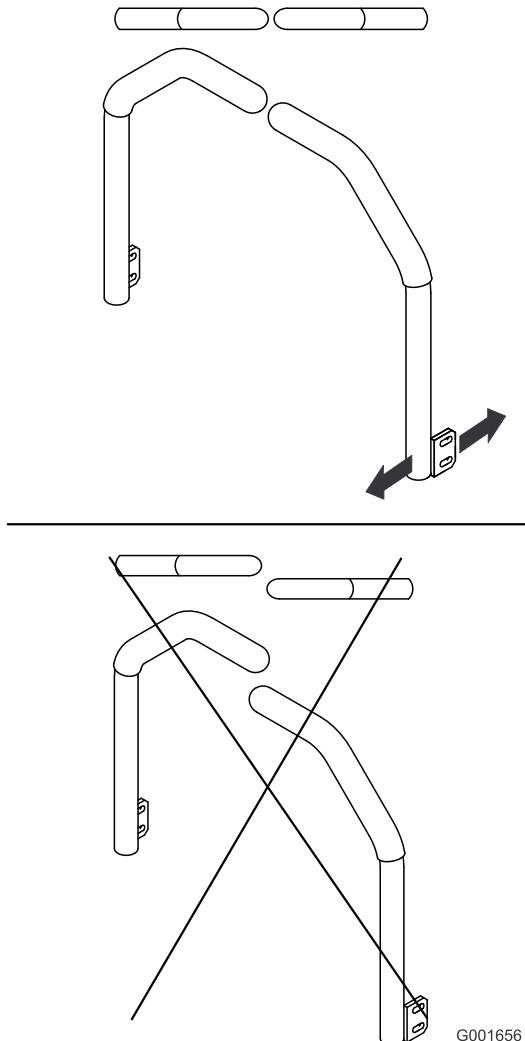

Figura 57
5. Ajuste las palancas de control de forma que queden alineadas entre sí y apriete los pernos para fijar las palancas a los soportes (Figura 57).